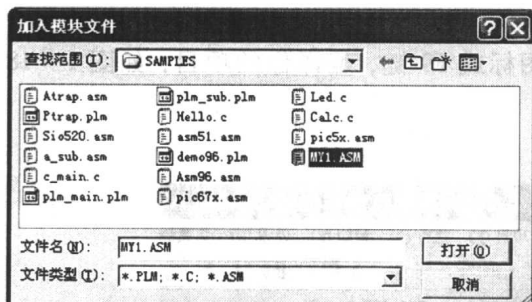

图 1-13
(1) 加入模块文件。如图 1-13 所示, 在加入模块文件的对话框中选择刚才保存的文件 MY1.ASM, 按打开键。如果你是多模块项目, 可以同时选择多个文件再打开。